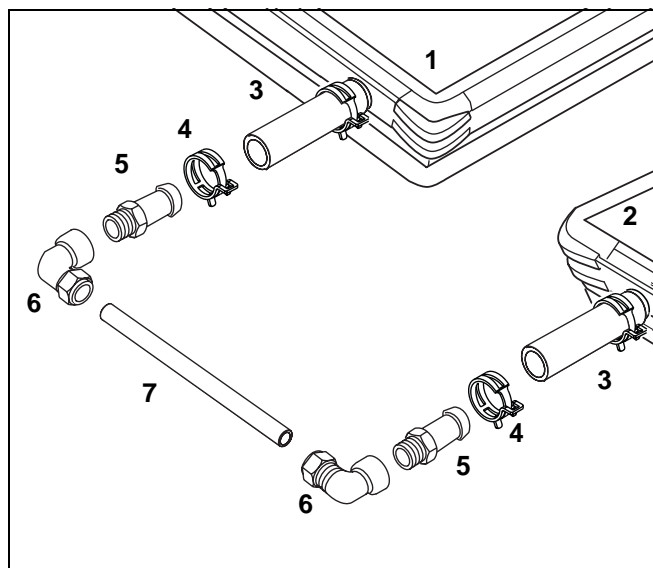

Abb. 4 Verbindungssatz montieren
- Montieren Sie die Komponenten Schlauchtülle (Abb. 4, Pos. 5), Winkelverschraubung (Abb. 4, Pos. 6) und das Cu-Rohr (Abb. 4, Pos. 7) des Verbindungssatzes gemäß der Grafik am Boden zusammen.
- Stecken Sie die Solarschläuche auf die Anschlüsse der Kollektorreihen (Abb. 4, Pos. 3).
- Schieben Sie die Federbandschellen (Abb. 4, Pos. 4) über die Solarschläuche (Abb. 4, Pos. 3).
- Führen Sie die Schlauchtüllen des Verbindungssatzes in die dafür vorgesehenen Solarschläuche der Kollektoren ein (Abb. 4, Pos. 5).
- Schieben Sie die Federbandschellen (Abb. 4, Pos. 4) über die Schlauchtüllen (Abb. 4, Pos. 5) bis vor der Wulst.